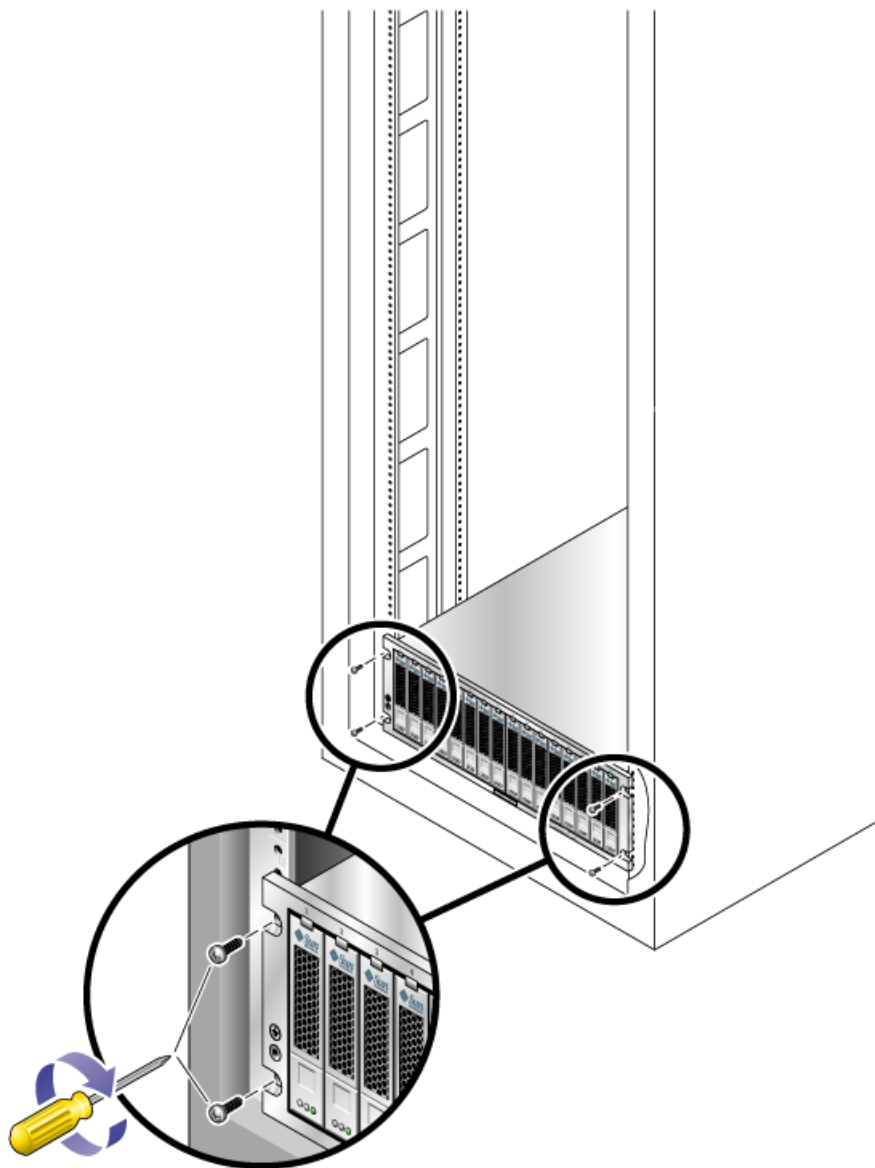

図 2-32 キャビネット正面へのトレイの固定
- Sun Rack 900 または Sun Rack 1000 キャビネットの場合、プラスのねじ回し (Phillips の 3 番) を使用して、レール後部に 4 本 (片側 2 本) の M6 ミリねじを差し込んで締め付けます (図 2-32)。